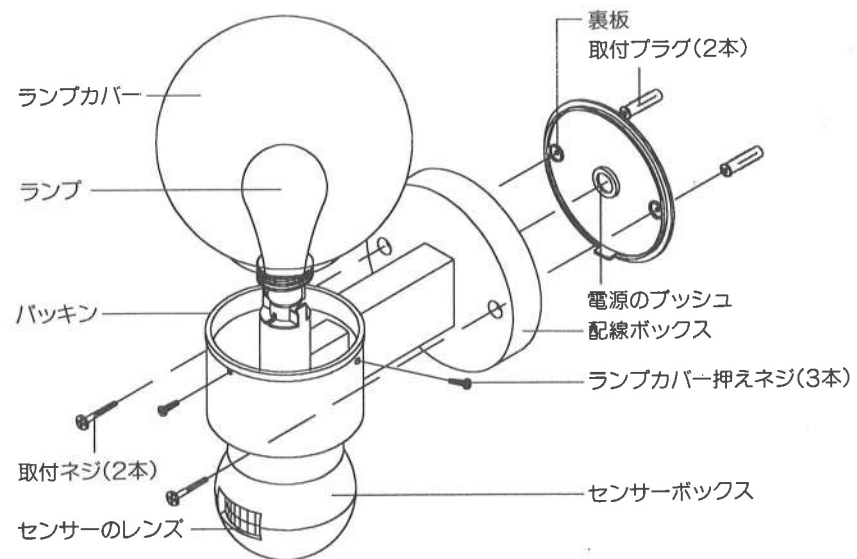

図 6
- 裏板の中央部の電源用プッシュに穴をあけ電線を通してください。(図6、7参照)